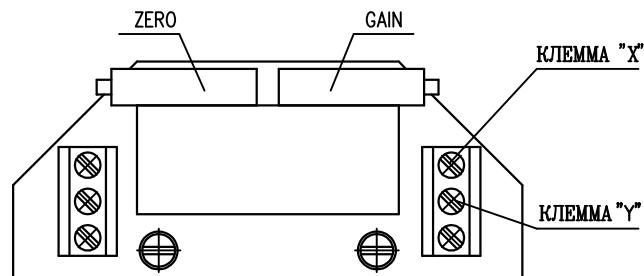

Рис.8
4.4.2 EPV - 3-проводниковое включение (рис.8)
- Установите датчик сопротивления на основании инструкций в предыдущей главе так, что величину сопротивления измеряйте на клеммах X-Y (рис.8). (употреблен датчик с сопротивлением 2000W или 100W)
- Поворачиванием устанавливающегося триммера ZERO (рис.8) установите величину выходного сигнала тока, измеряемого на клеммах 81-82, на величину 0 мА или 4 мА.
- Поворачиванием устанавливающегося триммера GAIN (рис.8) установите величину выходного сигнала тока, измеряемого на клеммах 81-82, на величину 20 мА или 5 мА.